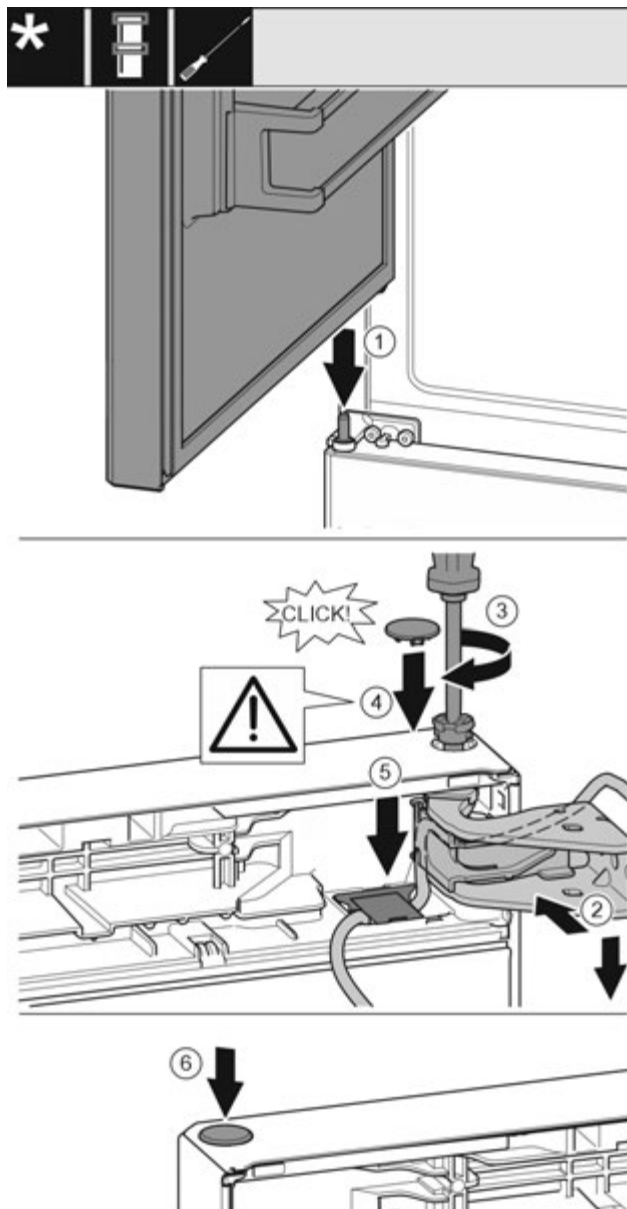

Fig. 42
- ▶ Встановлення верхніх дверцят на середній опорний палець Fig. 42 (1)
- ▶ Вирівняйте дверцятя зверху по отвору в опорному кронштейні. Fig. 42 (2)
- ▶ Вставте палець та закрутіть за допомогою викрутки T15. Fig. 42 (3)
- ▶ Встановіть захисну кришку для захисту дверцят: вставте захисну кришку і проконтролюйте, щоб вона прилягала до дверцят. Якщо це не так, повністю вставте палець. Fig. 42 (4)
- ▶ Вставити кришку та натиснути донизу, поки вона не зафіксується. Fig. 42 (5)
- ▶ Вставте пробку. Fig. 42 (6)